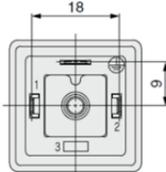

Figura 7. Terminale DIN - Modulo A
- Serrare le viti e i raccordi secondo la figura 7.